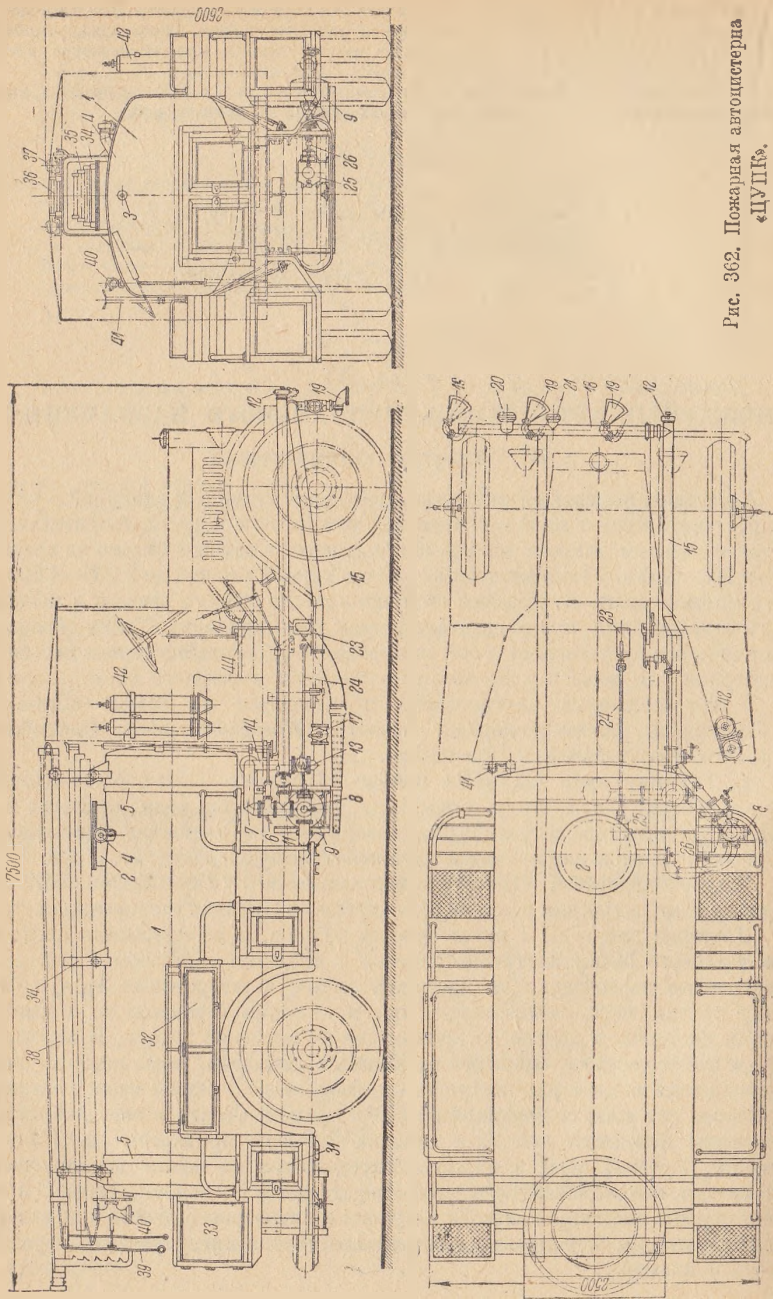

Рис. 362. Пожарная автоцистерна
1. Автоцистерна «ЦУПБ» завода «Промет». Этот агрегат состоит из следующих узлов: шасси автомобиля, цистерны для воды, водяного насоса, трубопроводов с арматурой, трансмиссии от двигателя автомобиля к насосу, сиденья для бойцов и крепления оборудования (рис. 362 и 363).
Пуск насоса (рис. 362). Рычаг скоростей ставится в нейтральное положение; рычаг 10 пружинной задвижки 6 должен быть наклонен вперед, при этом задвижка закрыта; далее выжимается сцепление и поворотом рычага 44 на себя включается дополнительная коробка насоса, одновременно воздействием на дроссельную заслонку увеличивается число оборотов двигателя; затем пружинная задвижка 6 открывается.